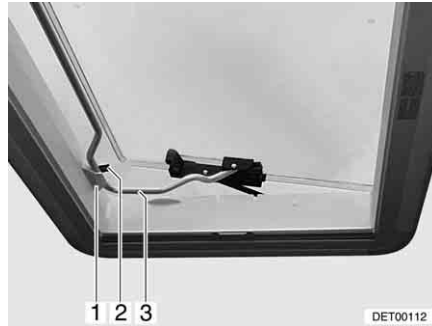

Bild 74 Heki-Dachhaube in Lüftungsstellung 2
- Bügel (Bild 74,3) in die Halterung (Bild 74,1) einlegen.
- Hebel (Bild 74,2) über den Bügel legen.